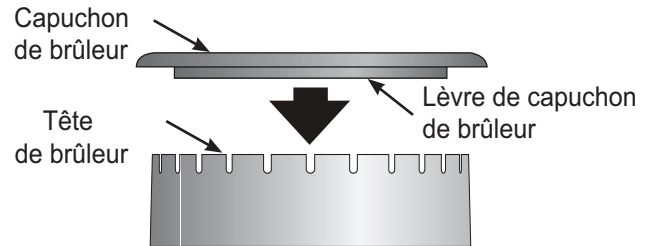

Figure 25 : Capuchon de brûleur
1. Retirer le capuchon de la tête de brûleur (voir Figure 25). Nettoyer le capuchon à l'eau chaude savonneuse et sécher soigneusement.